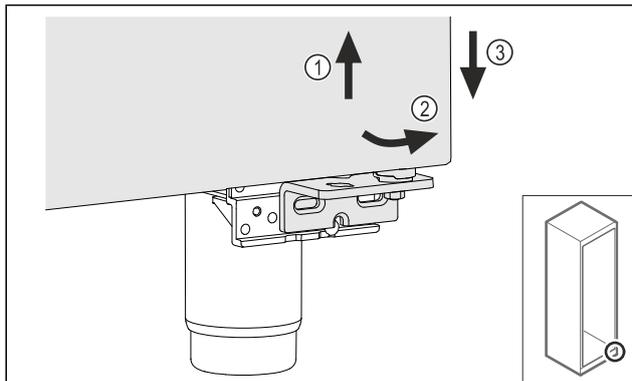

Fig. 23
- ▶ Немного приподнимите дверь Fig. 23 (1), наклоните снизу вперед Fig. 23 (2) и опустите Fig. 23 (3).